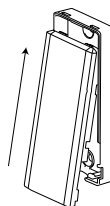

Figure 7: Closing the device cover
4. Fixez les capots sur le socle de l'appareil et sur celui de l'aimant. Voir la Figure 7.